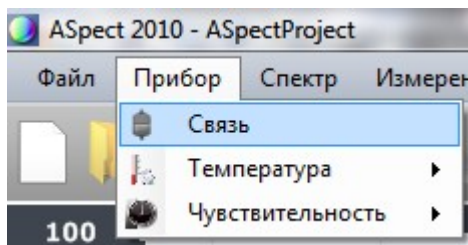

Рис. 3.2. Подключение прибора
2. Если в момент запуска программы прибор не был подключен, то необходимо выполнить операцию подключения прибора. Для этого необходимо выбрать пункт меню **Прибор -> Связь** (рис. 3.2).